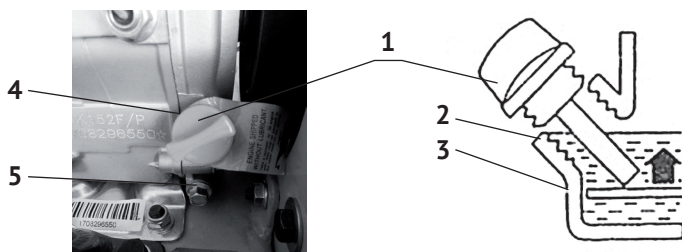

рис.3
Выкрутите пробку-щуп (рис.3 поз.1) из маслозаливной горловины (рис.3 поз.4) и залейте в картер масло необходимой марки до нижнего края горловины, как показано на рис.3. Вставьте сухой чистый щуп в горловину картера и выньте его. Проверьте уровень масла: граница смоченной области щупа должна располагаться между отметками минимального (рис.3 поз.3) и максимального (рис.3 поз.2) уровней.
- на прогревом до рабочей температуры двигателя, открутите пробку-щуп маслозаливной горловины (рис.3 поз.1);
- открутив болт-пробку маслосливного отверстия (рис.3 поз.4), слейте из кар-
- залейте масло в горловину, до нижнего края заливного отверстия (рис.3, поз. 2,3)